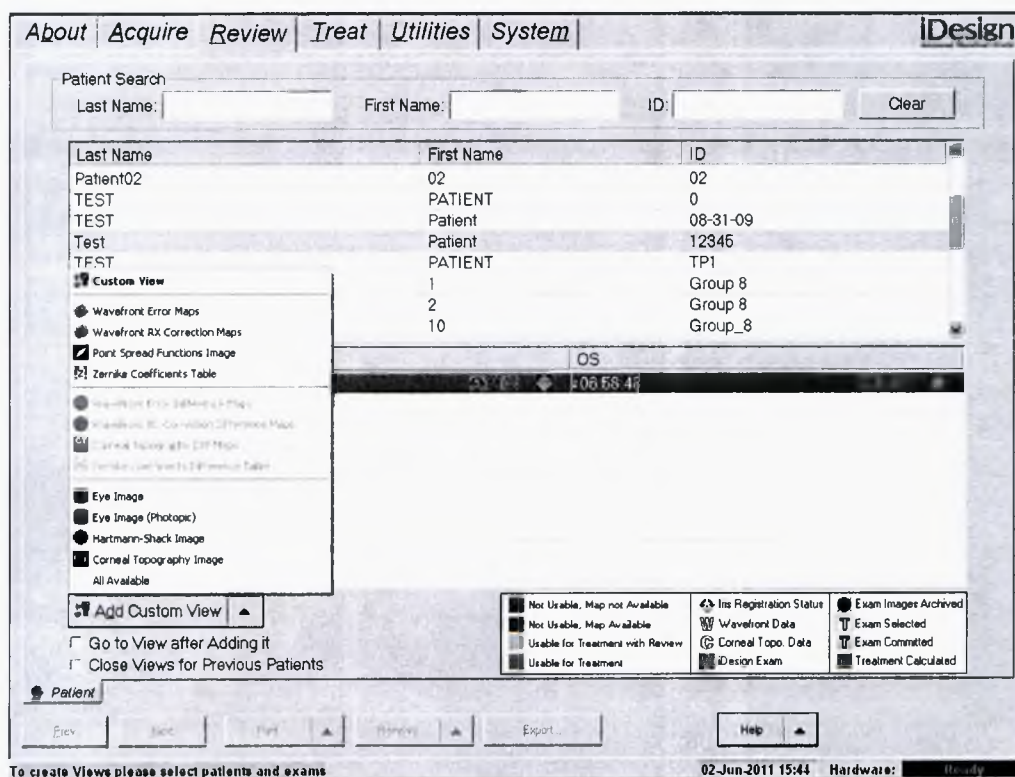

Figure 9.3 – Вкладка Review (Просмотр), всплывающее меню Add Custom View (Добавить собственное представление)
2. Для выбора отображаемых видов нажмите на стрелочку рядом с **Add Custom View (Добавить собственное представление)** или выберите собственное представление, нажав на кнопку **Add Custom View (Добавить собственное представление)** (Рисунок 9.3). Чтобы выбрать все виды, имеющиеся для выбранного обследования, нажмите **All Available (Все имеющиеся)** в нижней части всплывающего меню. Подробную информацию о параметрах вида для каждого изображения и карты можно найти в следующем разделе.